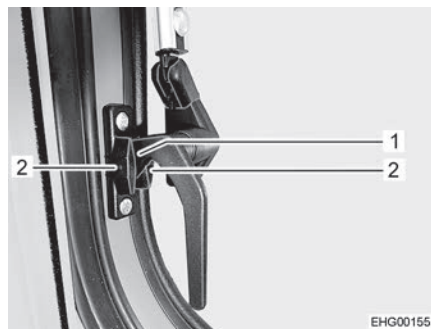

Fig. 64 Palanca de bloqueo de al lado (posición "Ventilación continua")
- Girar las palancas de bloqueo de al lado un cuarto de vuelta hacia abajo. En esto, introducir el saliente de bloqueo (Fig. 64,1) entre las dos mitades del bloque de bloqueo.